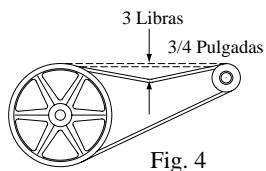

Fig. 4
- Compruebe la tensión de la correa.** Esto se aplica solamente a los modelos M401A y RM401A que tienen una correa. Los modelos M201A, M301A y RM301A tienen motores de transmisiones directas sin correas. Una fuerza de 3 libras debe desviar la correa 3/4 pulgadas (véase fig. 4). Ajuste la correa si es necesario. Compruebe el correa para saber si hay grietas o desgaste y reemplácela si es necesario.